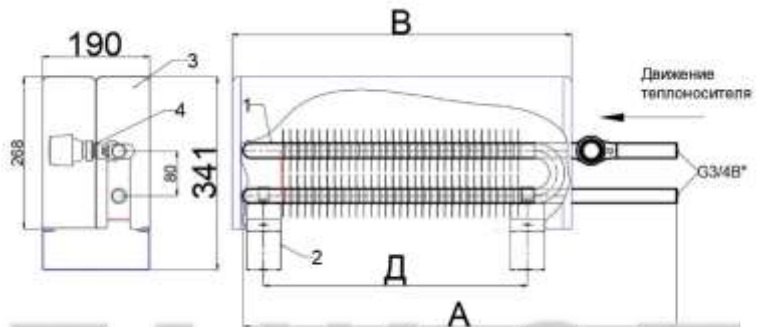

Рис. 1
**Рис. 1.** Конвектор КПНК 20 P -2 К в прав. св. Конвектор КПНК средней глубины концевой, с терморегулятором на входе правого присоединения на сварке, для двухтрубной системы.